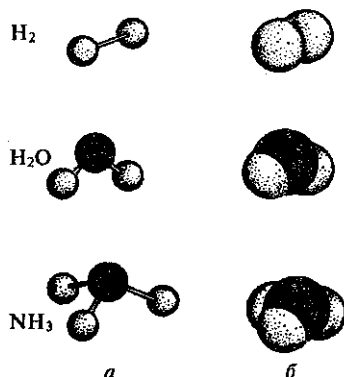

Рис. 3.19. Модели молекул: а — шаростержневые; б — масштабные
*Структурные электронные формулы, или формулы строения,* — это формулы, в которых каждая связующая электронная пара изображается черточкой (штрихом). Они, как и электронные формулы, показывают порядок соединения атомов в молекуле, их взаимосвязь друг с другом. Для упрощения структурные формулы принято изображать в сокращенном виде, отмечая только связи между атомами, образующими цепь. Например, этан  $\text{CH}_3\text{—CH}_3$ , этилен  $\text{CH}_2=\text{CH}_2$ , ацетилен  $\text{CH}\equiv\text{CH}$ , бутан  $\text{CH}_3\text{—CH}_2\text{—CH}_2\text{—CH}_3$ . Структурная формула не указывает пространственного расположения атомов в молекулах, как правило, довольно сложного. Показать его можно с помощью моделей — шаростержневых и масштабных (рис. 3.19). У первых шарики-атомы соединяются с помощью стержней, символизирующих валентные связи, у вторых пластилиновые шарики вдавлены друг в друга, демонстрируя заполнение пространства молекулы. Обе модели наглядно передают форму молекулы. Модель молекулы метана, где углерод соединен с четырьмя одинаковыми атомами водорода, можно представить в виде тетраэдра (правильного четырехгранника): в центре его находится атом углерода, в вершинах — атомы водорода (см. рис. 3.11). Таким образом, четыре валентности углерода направлены в пространстве к четырем верши-